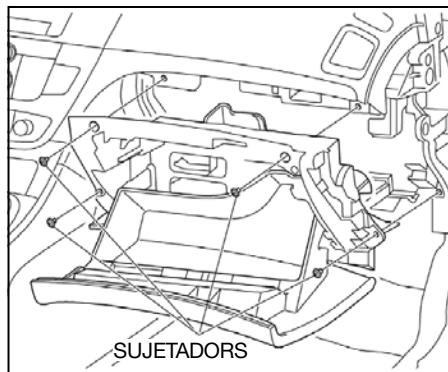

Fig. 22
2. Retire los sujetadores de la guantera, y la guantera (*ver Fig. 22*).